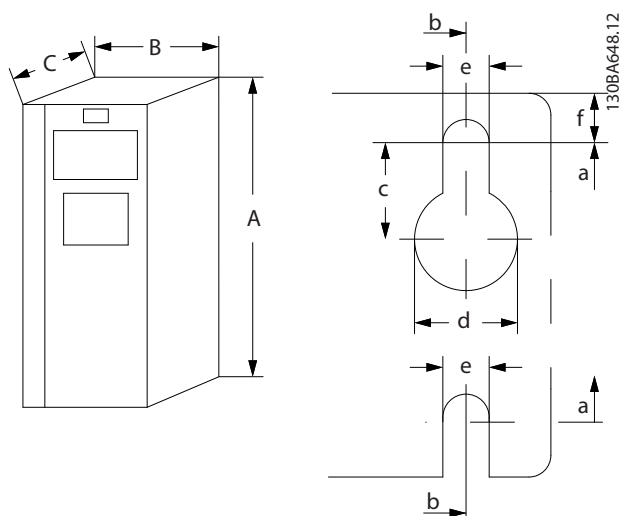
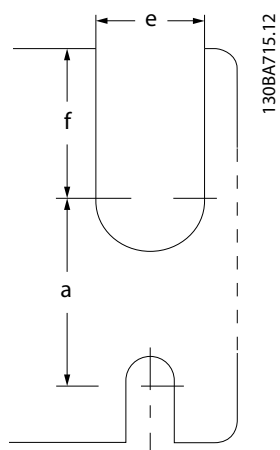

Рисунок 8.2 Верхнее и нижнее монтажные отверстия (см. глава 8.9 Номинальная мощность, масса и размеры)
Рисунок 8.3 Верхнее и нижнее монтажные отверстия (B4, C3 и C4)
1) Верхнее и нижнее монтажные отверстия показаны на *Рисунок 8.2* и *Рисунок 8.3*.
1) Верхнее и нижнее монтажные отверстия показаны на Рисунок 8.2 и Рисунок 8.3 .